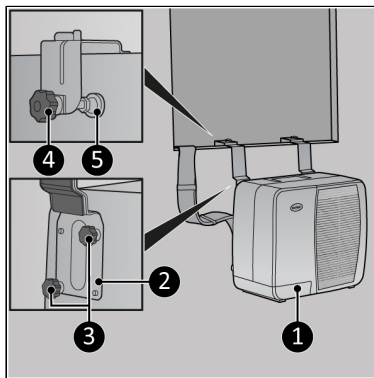

Figure 135.
1. Fest de øverste campingvognbrakettene (Figure 135, pos. 2) på utendørsenheten (Figure 135, pos. 1) ved å stramme til de to skruene på hver brakett (Figure 135, pos. 3).
2. Heng utendørsenheten (Figure 135, pos. 1) fra ønsket vindu, og sørg for at innendørsenheten er forsvarlig plassert på et bord eller sofa.
3. Stram til justeringsbolten (Figure 135, pos. 4) på hver brakett. Kontroller at trykkskiven (Figure 135, pos. 5) er plassert vertikalt.